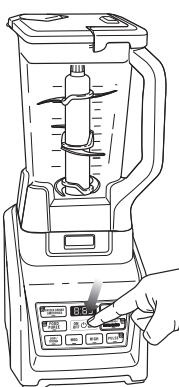

Fig. 8
- 12 Para pausar la unidad, presione la velocidad o el programa Auto-iQ seleccionado por segunda vez. (Fig. 8)